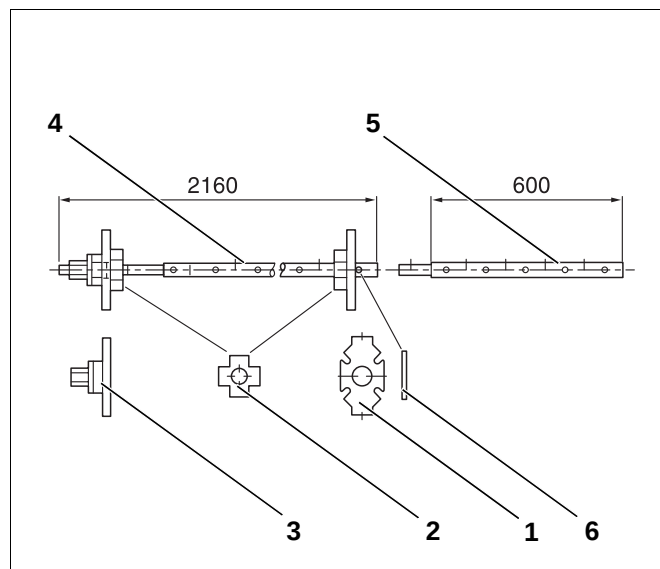
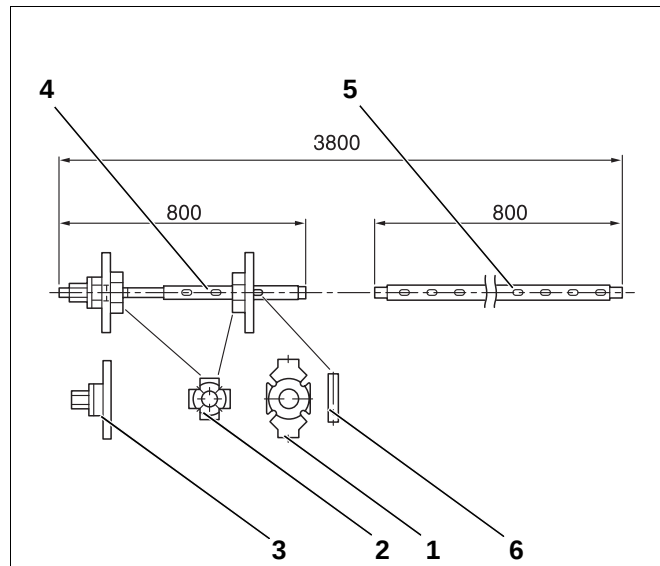

Abb. 4 Kesselpresswerkzeug Größe 2.2 (Maße in mm)
Abb. 5 Kesselpresswerkzeug Größe 2.3 (Maße in mm)
- Kesselpresswerkzeug 2.2 (Abb. 4, Seite 13) oder 2.3 (Abb. 5, Seite 13)